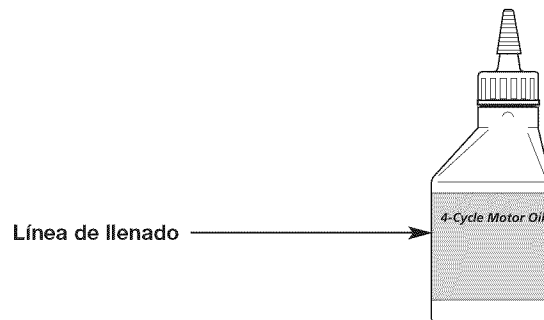

Fig. 24
**NOTA:** Use la botella de aceite vacía que guardó después del uso inicial a fin de medir la cantidad correcta de aceite. Llene la botella de aceite hasta la línea de llenado de 2.03 onzas líquidas (60 ml) que aparece indicada en la parte posterior de la botella (Fig. 24).